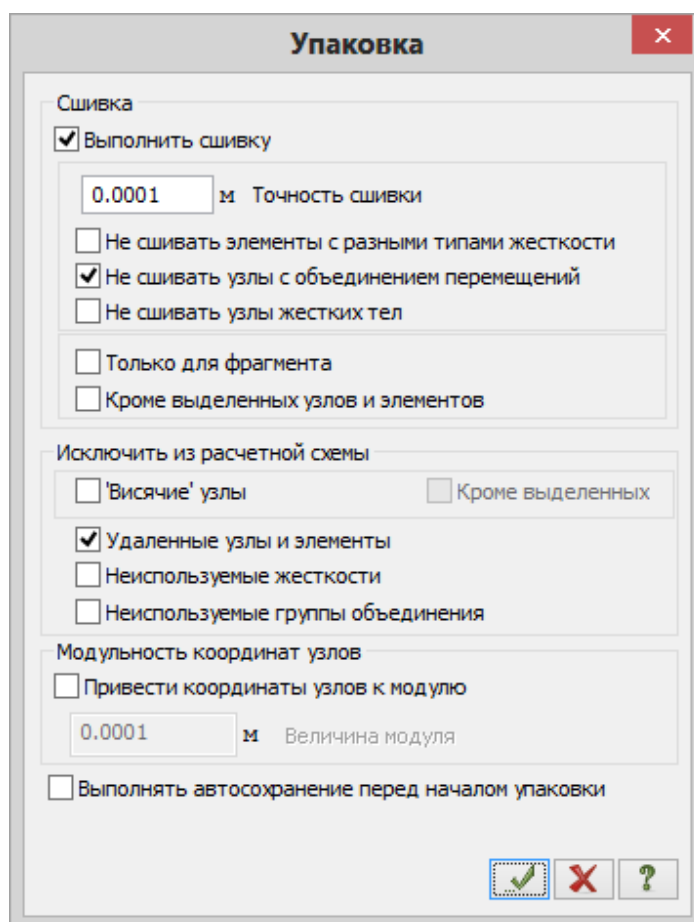

Рис.5.13. Диалоговое окно **Упаковка**
- Щелчком по кнопке  – **Упаковка схемы** (панель **Редактирование** на вкладке **Создание и редактирование**) вызовите диалоговое окно **Упаковка** (рис.5.13).